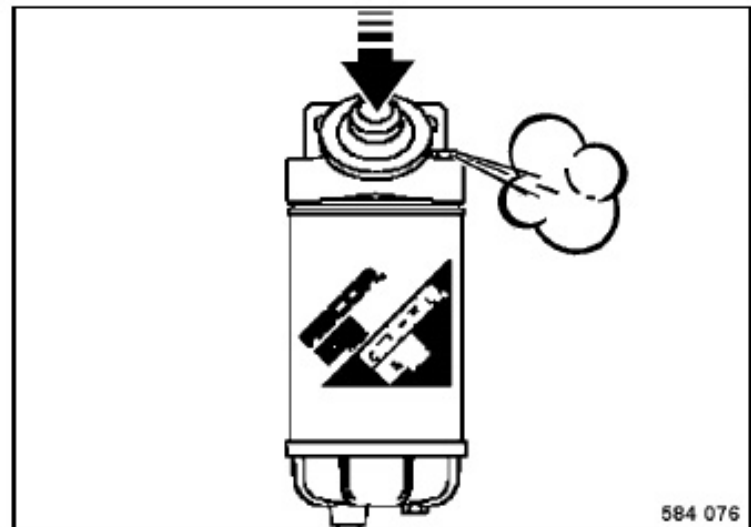

Fig. 136
- Soltar el tornillo de purga de aire (Fig. 136) en el filtro previo de combustible por 2 a 3 pasos de la rosca.
- Accionar la bomba manual tanto tiempo con la mano hasta del tornillo de purga de aire suelto (Fig. 136) sale combustible libre de burbujas.